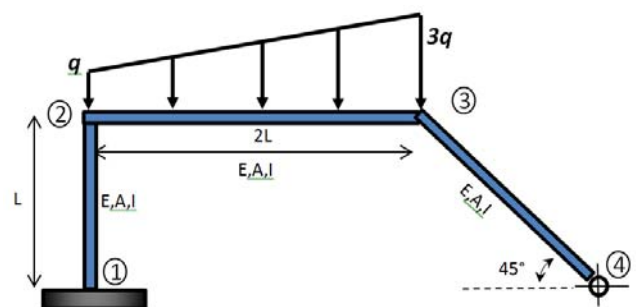

Fig. 4.4
Soit la structure formée de trois éléments barres avec quatre nœuds (Fig.4.4), sollicitée à une charge linéairement répartie variant de q à $3q$ sur l'élément interconnectant les nœuds (2-3). Le nœud (1) étant encastré et le nœud 4 est articulé.